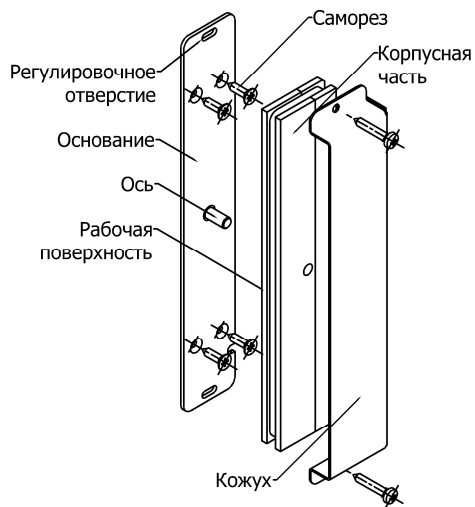
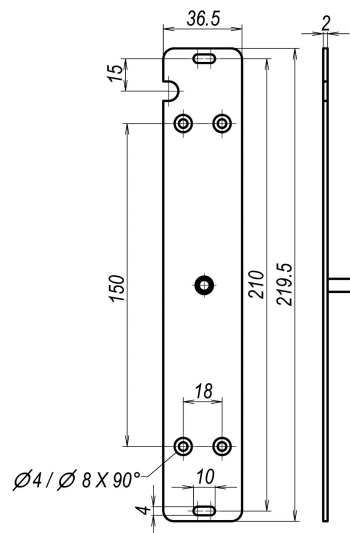

Рис.3
Рис.4
- 5.3 Основание корпусной части крепится на дверной коробке через два овальных отверстия (рис.3) саморезами Ø3 мм с учетом габаритно-установочных размеров и расположения выводов управления (рис.4).